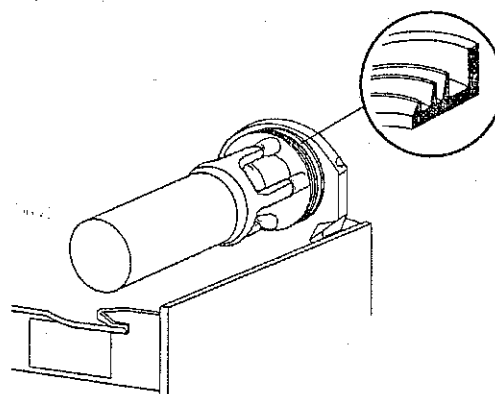

Fig. 14
4. Monter tætningsringen til beholderen. Bemærk: ringens højeste kant skal vende mod bagvæggen (se fig. 14).